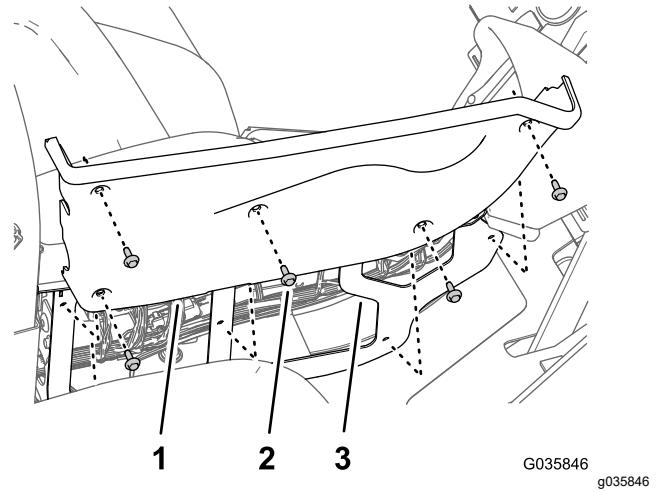

Figura 38
1. Retire los 5 pernos con arandela prensada ($\frac{1}{4}'' \times \frac{3}{4}''$) que sujetan la cubierta a la derecha de la consola central (Figura 38).
2. Retire los interruptores basculantes de los controles de elevación de brazo izquierdo y derecho del panel de la consola central (Figura 38).
6. Alinee los taladros de la cubierta derecha con el bastidor de la consola central (Figura 38).
7. Fije la cubierta lateral en la consola central (Figura 38) con los 5 pernos con arandela prensada ($\frac{1}{4}$ " x $\frac{3}{4}$ ") que retiró en el paso 1.